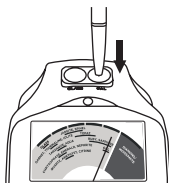

Fig. 1.4
- Appuyez l'embout de la sonde sur le disque de test étalonnage (CAL) situé à droite du voyant (**Fig. 1.4**). Appuyez suffisamment pour que l'embout rentre complètement dans la sonde. L'aiguille devrait se déplacer et s'arrêter en deux ou trois secondes dans la zone rouge (de préférence au centre de cette zone) où 'CAL' est imprimé.